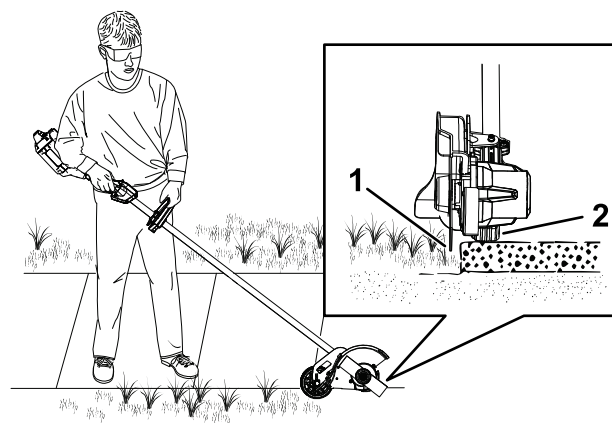

Figura 12
- Retire los 2 tornillos que sujetan el patín al cortabordes (Figura 12).